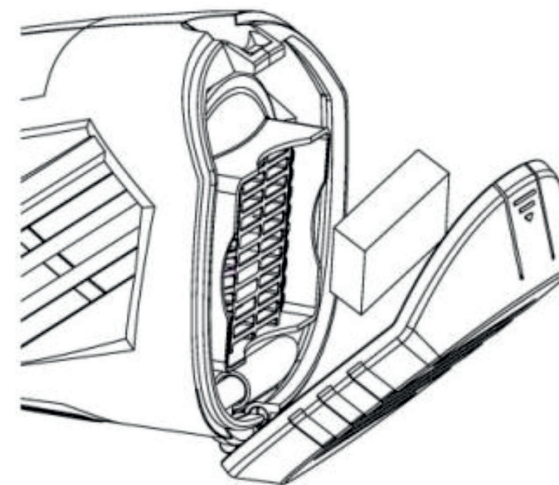

Рис.6
-очистить и при необходимости заменить воздушный фильтр, см. рис.6